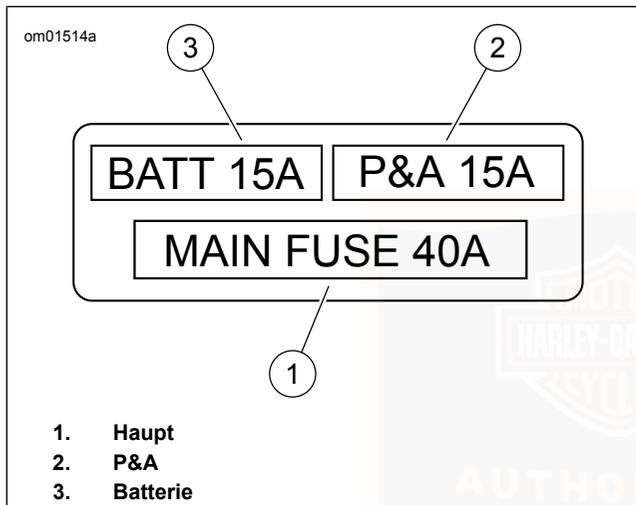
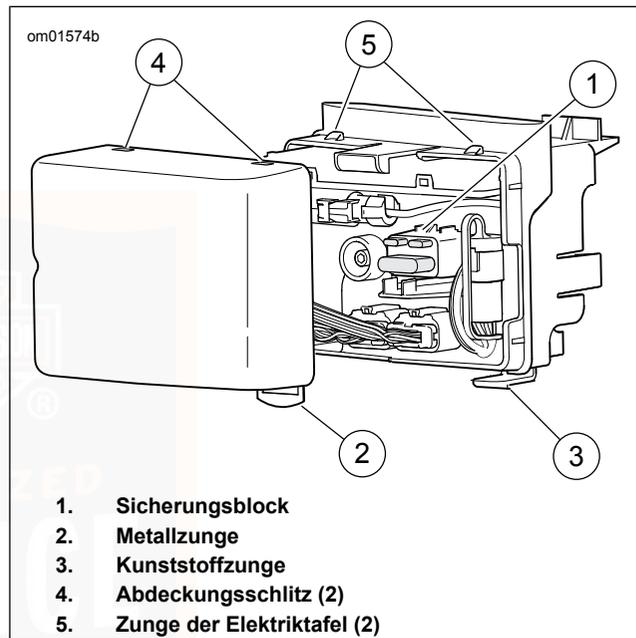

Abbildung 75. Sicherungsblock
Abbildung 76. Elektriktafel (linke Seite)
Siehe Abbildung 75. Das Motorrad hat folgende drei Sicherungen, die die elektrischen Systeme schützen.
1. Siehe Abbildung 76. Die linke Seitenabdeckung entfernen.
- a. Kunststoffzunge (3) nach oben drücken, um die Metallzunge (2) aus der Elektriztafel zu lösen.
- b. Nach außen und oben ziehen, um die Abdeckung von den Zungen der Elektriztafel (5) abzuziehen.
2. Siehe Abbildung 75. Fehlerverdächtige Sicherung durch eine **neue** Sicherung ersetzen.
3. Siehe Abbildung 76. Die linke Seitenabdeckung anbringen.
- a. Die Schlitz (4) an den Zungen (5) ausrichten.
- b. Die Abdeckung in Position schieben, bis die Kunststoffzunge (3) in die Metallzunge (2) greift.